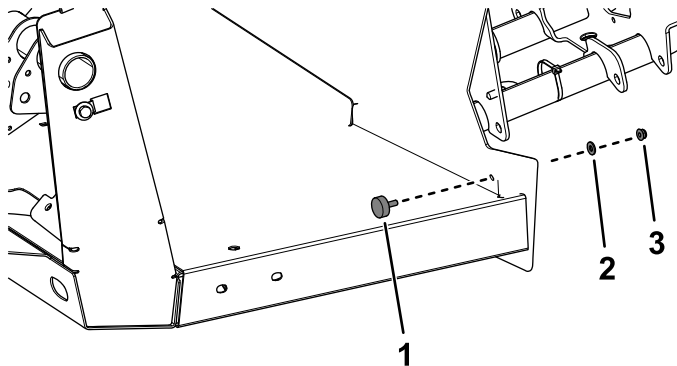

Bild 24
5. Befestigen Sie einen Gummianschlag mit einer Scheibe und Bundmutter (1/4") an jeder Seite (Bild 24).